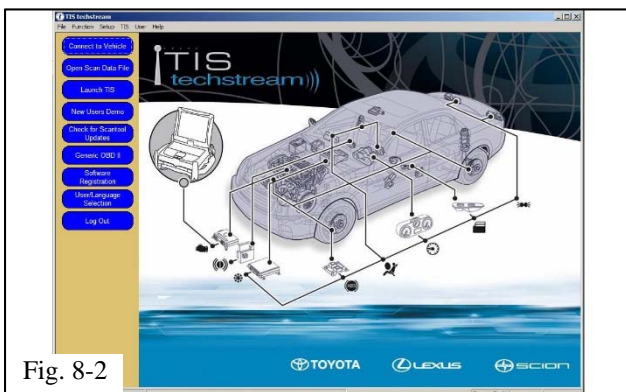

Fig. 8-2
- (d) Click “Connect to Vehicle” button (Fig. 8-2).